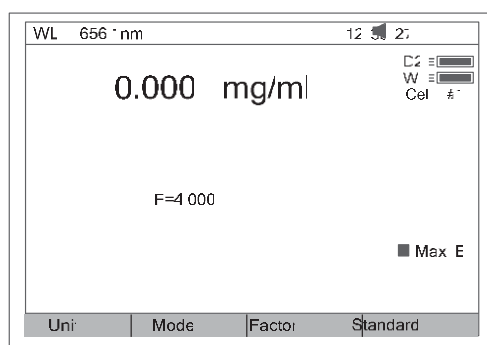

Fig 23
4.2 Coloque una muestra de concentración conocida en la trayectoria del haz de luz. Pulse F4 para introducir el valor de concentración conocida (Fig 23). Coloque la muestra en la trayectoria del haz de luz y tome la lectura de concentración.